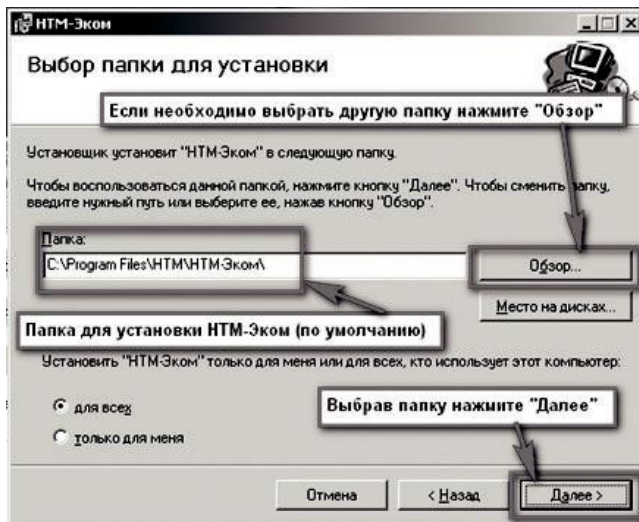

Рисунок 9
8.2.4.4. Выбрать папку для установки ПО «HTM-ЭкоМ» (рисунок 9).